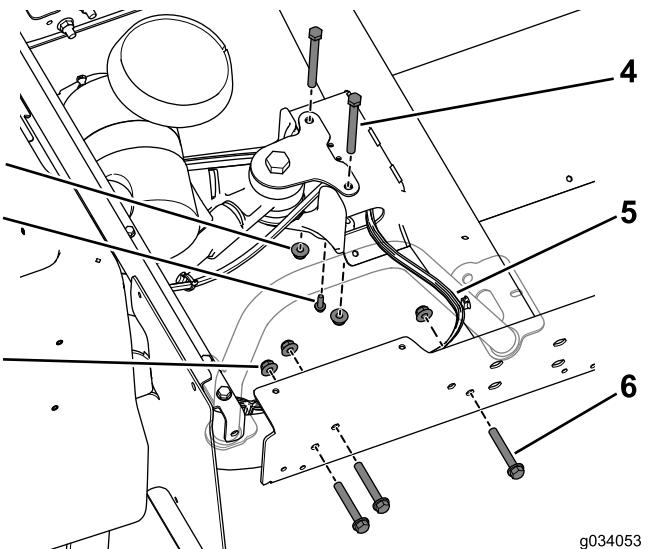

Рисунок 28
- С помощью трех болтов ($3/8 \times 2-1/2$ дюйма) и фланцевых гаек установите, не затягивая, удлинительную балку на заднюю раму (Рисунок 28)
Примечание: Убедитесь, что жгут проводов выходит из центрального швейлера с правой стороны (Рисунок 28).
- Используйте самонарезающий винт ($1/4 \times 3/4$ дюйма) для крепления тройника тормозной трубы к центральному швейлеру (Рисунок 28).
- Используйте два болта ($3/8 \times 3-3/4$ дюйма) и фланцевые гайки, чтобы свободно установить, не затягивая, центральный швейлер на заднее крепление (Рисунок 28).